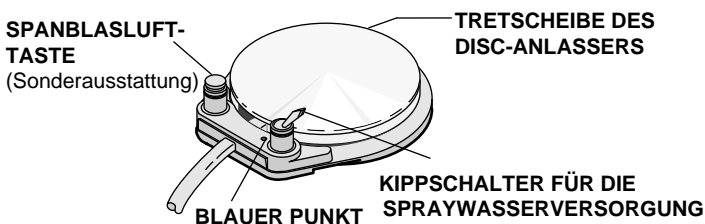

Bild 6. Disc-Anlasser
3. Schalten Sie den Kippschalter für die Spraywasserversorgung auf dem Disc-Anlasser (siehe Bild 6 auf Seite 9) aus, weg vom blauen Punkt.
3. Schalten Sie den Kippschalter für die Spraywasserversorgung am Disc-Anlasser (*siehe Bild 6 auf Seite 9*) ein, zum blauen Punkt hinzeigend.
3. Schalten Sie den Kippschalter für die Spraywasserversorgung am Disc-Anlasser (*siehe Bild 6 auf Seite 9*) ein zum blauen Punkt hin.
Der Disc-Anlasser besitzt einen Kippschalter für die Spraywasserversorgung und kann als Sonderausstattung mit einer Spanblasluft-Taste ausgestattet sein (siehe Bild 6).